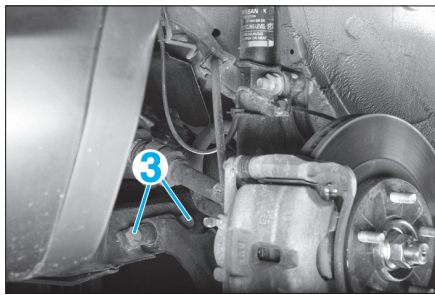

Fig. 14
- les vis de fixation du palier arrière (3) (Fig.14),